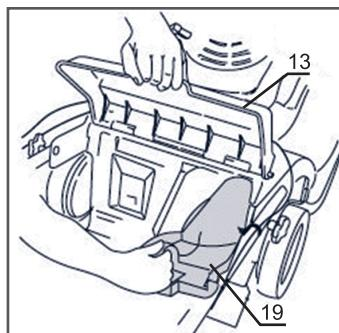

рис. 4
Мульчирующая заглушка повышает эффективность работы при мульчировании. Перед установкой мульчирующей заглушки поднимите заднюю крышку (13) и снимите травосборник. Поднимите заднюю крышку и установите заглушку (19) как показано на рис.4.
Заднюю крышку можно зафиксировать в приподнятом положении при помощи заглушки, как показано на рис.4.